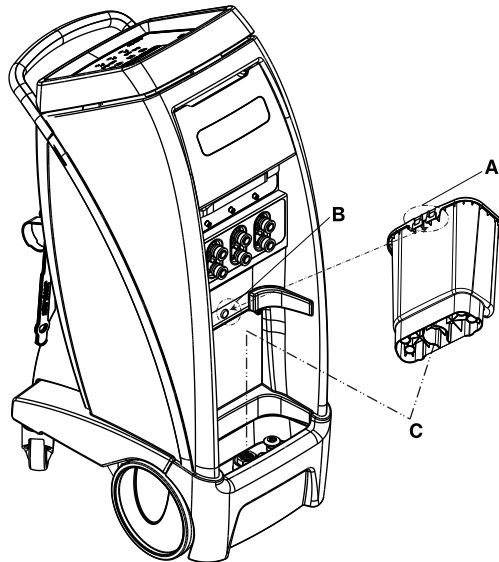

Abbildung 3-15: Herausnehmbarer Behälter
Zum Herausnehmen des Behälters in einem Winkel nach vorne ziehen und den Behälter herausheben (Abbildung 3-15 auf Seite 3-30).
1. Zum Wiedereinsetzen des Behälters die Basis des Behälters über dem Ablauf (C) ausrichten.
2. Die Kerbe hinten am Behälter (A) am Haken an der Steuerung (B) ausrichten (Abbildung 3-15 auf Seite 3-30).